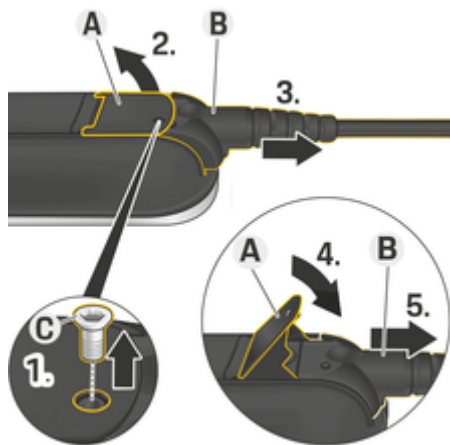

Fig. 38: Allentamento dei cavi
1. Allentare la vite **C** (Fig. 38) con un attrezzo idoneo.
2. Sollevare la linguetta **A** (Fig. 38).
3. Estrarre il connettore **B** (Fig. 38) fino ad avvertire una prima resistenza.